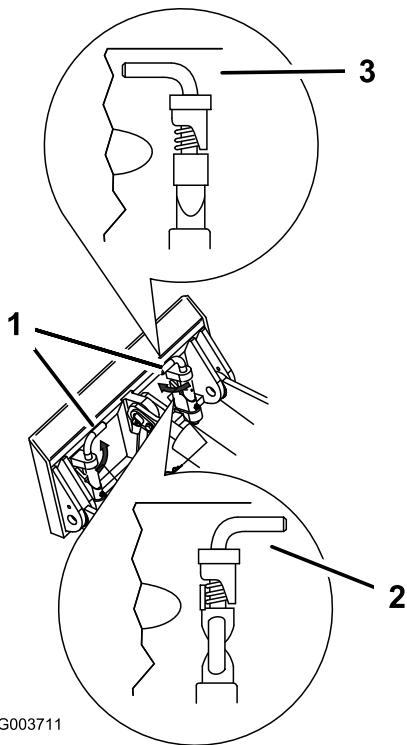

Рисунок 25
- Закрепите быстроустанавливаемые штифты, убедившись, что они полностью вошли в монтажную пластину (Рисунок 25).